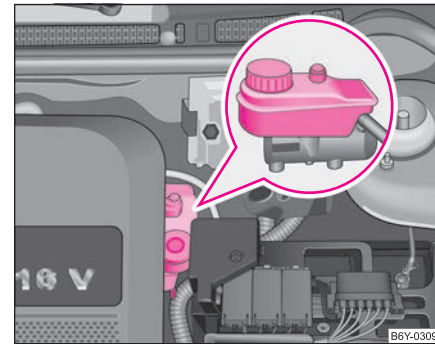

Abb. 144 Motorraum: Bremsflüssigkeitsbehälter
- Prüfen Sie den Bremsflüssigkeitsstand am Behälter ⇒ Abb. 144. Der Stand muss zwischen den Markierungen „MIN“ und „MAX“ liegen. ▶